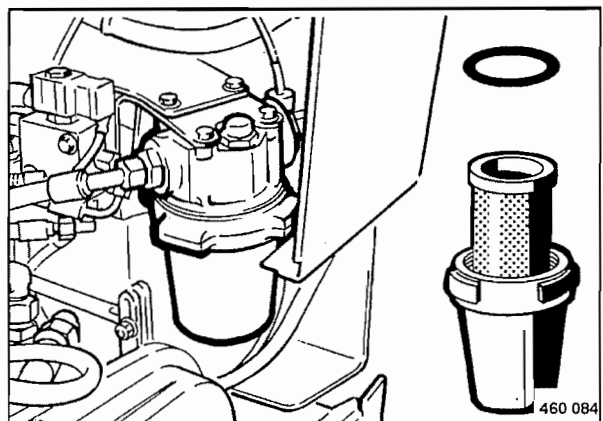

Fig. 122
- Desenroscar la caja filtradora (Fig. 122) de la carcasa del filtro.